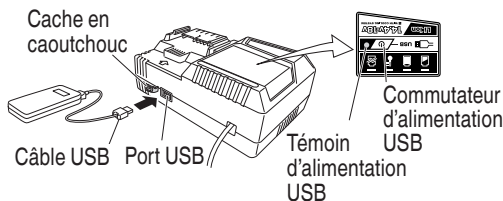

Fig. 11
- (2) Mettez le commutateur d'alimentation USB sur marche (Fig. 11)
- (3) Connectez le câble USB. (Fig. 11)
- (4) Lorsque la charge est terminée
- Mettez le commutateur d'alimentation USB sur arrêt et débranchez le câble d'alimentation de la prise électrique. (Fig. 11)